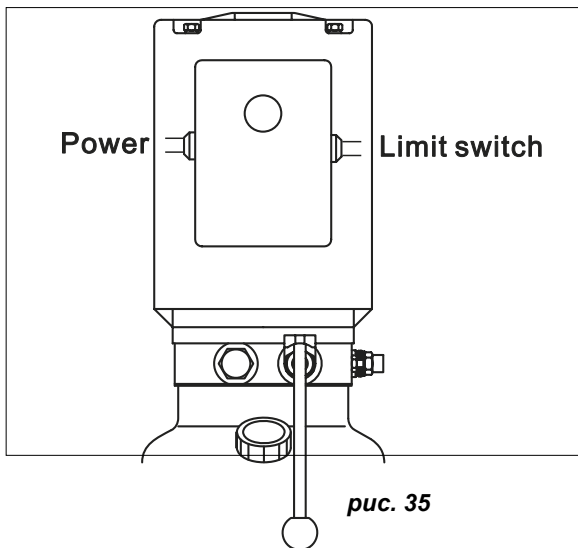

рис. 35
4.4.3.2 Подключить кабель электропитания и провод датчика-ограничителя к контактной колодке монтажного блока электродвигателя (рис. 35) согласно схеме на стр. 4.
4.4.3.4 Закрыть крышку электрического блока. Нажать кнопку пуска (рис. 35), направление вращения двигателя должно соответствовать стрелке на корпусе насоса.